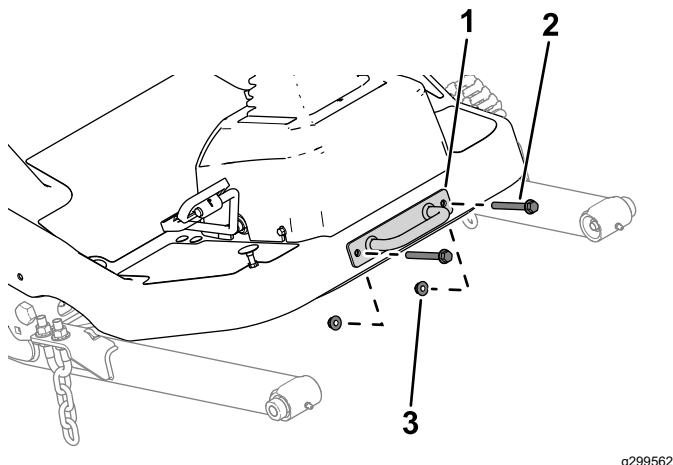

Figura 17
1. Remova o suporte da abraçadeira da plataforma (Figura 17).